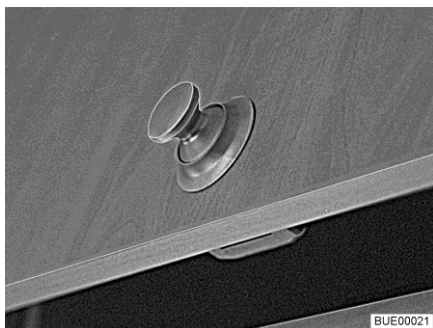
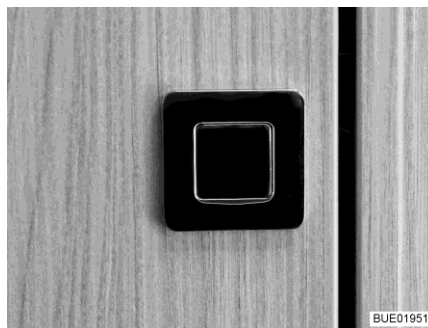

Fig. 46 Sportello del mobile con bottone automatico rotondo
Fig. 47 Sportello del mobile con bottone automatico rettangolare
- Esercitare una pressione sulla parte interna della serratura. Il bottone automatico (Fig. 46 o Fig. 47) scatta all'infuori.